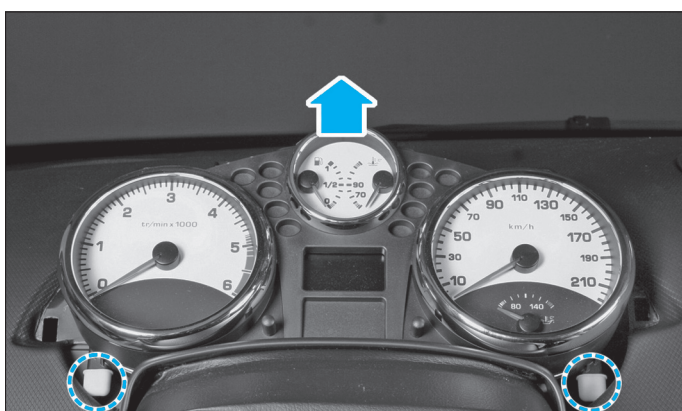

Fig. 33
- Extraire le combiné d'instruments de la planche de bord maintenu par deux tétons et débrancher le connecteur (Fig.33).